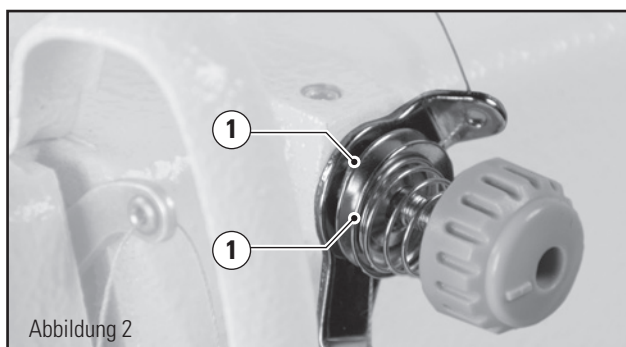

Abbildung 2
Wenn sich der Hebel (A) (Abb. 1) in der linken Position befindet, sollen die Spannungsscheiben (1) (Abb. 2) ca. 0,5 mm bis 1 mm geöffnet sein.